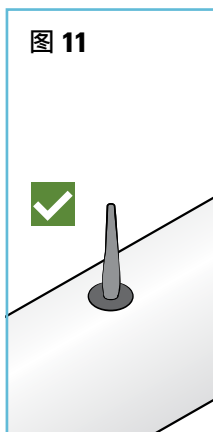

图 11
- 轻拉 NetaFix 修复堵头的尾部，将垫圈压至与管道贴紧 (图 11)。NetaFix 修复堵头的尾部与垫圈的接触使垫圈能保持其在合适位置。